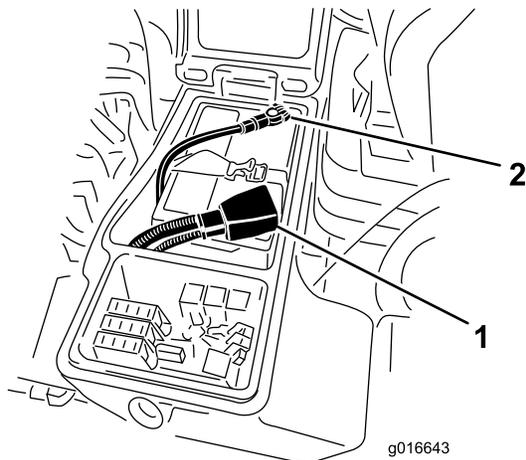

Figura 84
5. Conecte el cable positivo (rojo) al borne positivo (+) y el cable negativo (negro) al borne negativo (-) de la batería (Figura 84).